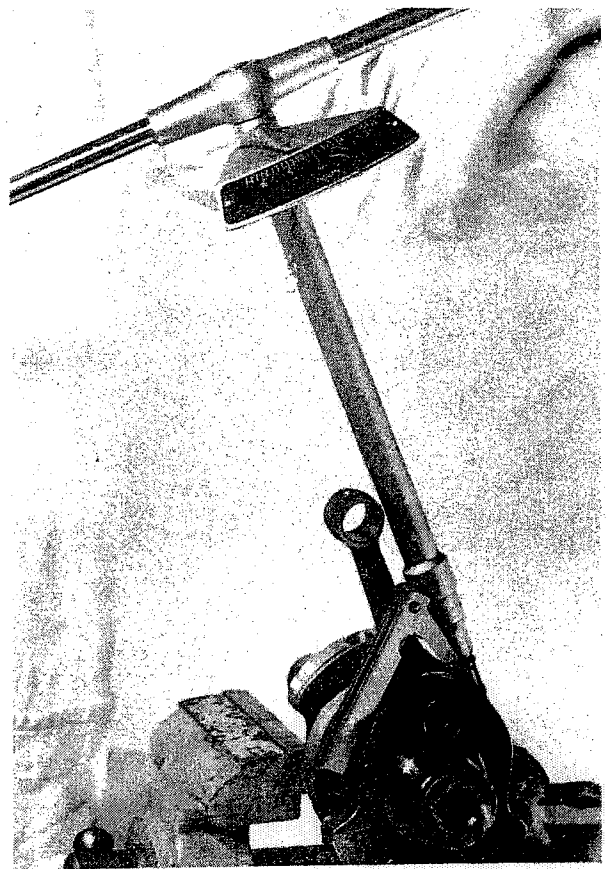

Fig. 2/XII
- 3° Vérifier l'excentricité du vilebrequin (0,02 mm). V. fig.2/XI.
- 5° Vérifier le jeu axial (0,17 à 0,29 mm) à l'aide du dispositif spécial pos. 501.1.55.051.0